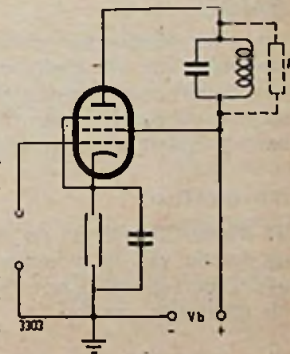

Fig. 4
- Voor het prinsipeschema zie men fig. 4.